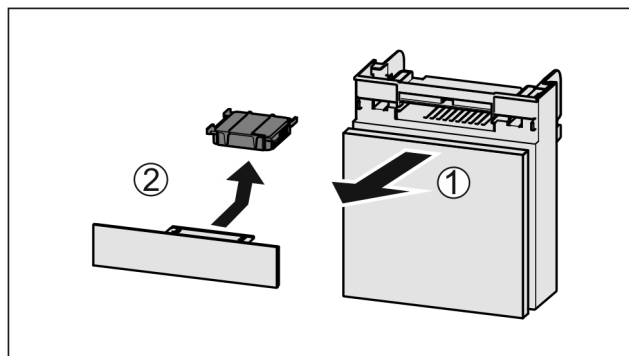

Fig. 116
- Fach nach vorne herausziehen Fig. 116 (1).
- Aktivkohlefilter entnehmen Fig. 116 (2).